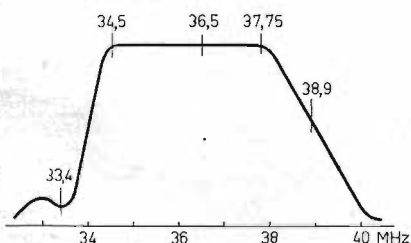

Fig. 1. Mottagarens MF-kurva.
- 2) Trimpunkterna visas i fig. 1.